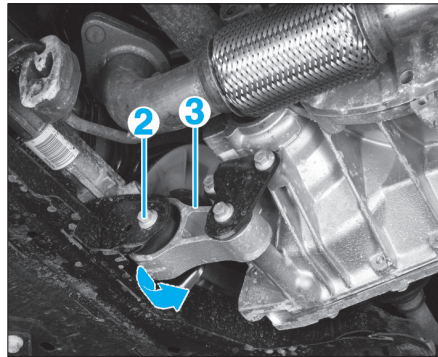
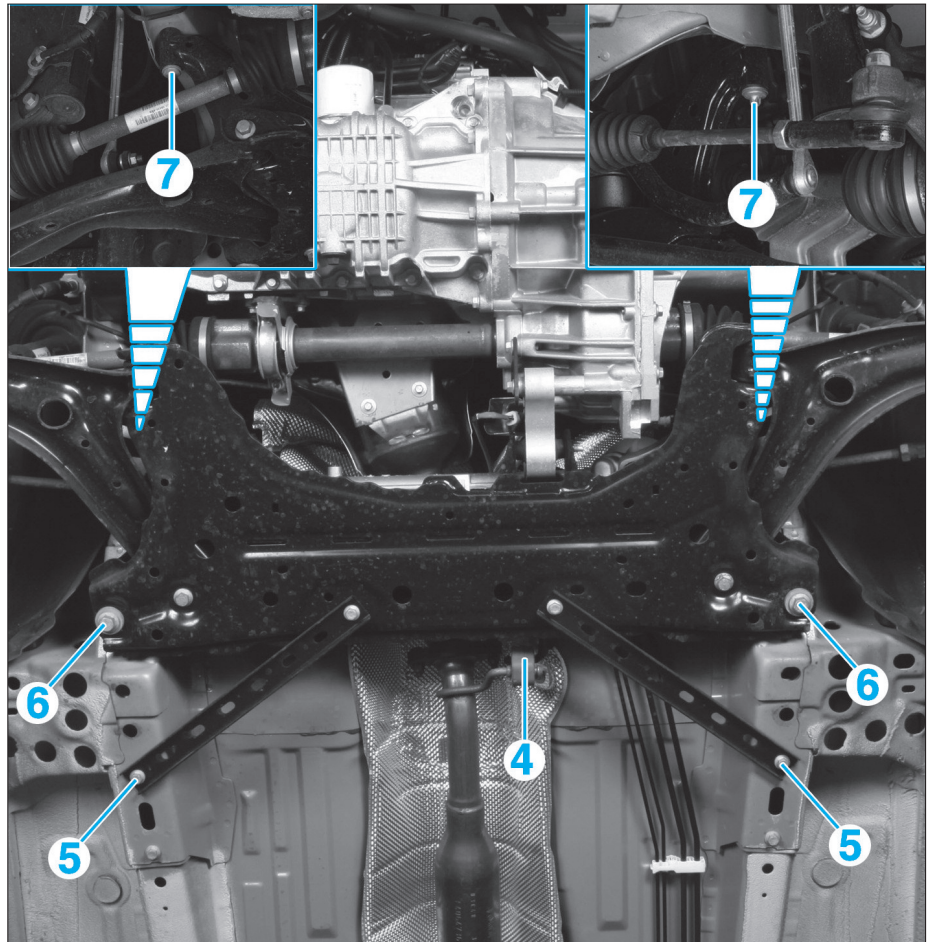

Fig. 6
Fig. 7
- Déposer la vis (2) de la biellette anticouple (3) (Fig.6).
- Basculer la biellette anticouple (3).
- Désaccoupler le silentbloc (4) de l'échappement (Fig.7).
- Déposer les vis (5) des tirants de berceau.
- Déposer les vis (6) puis (7) fixant le berceau.